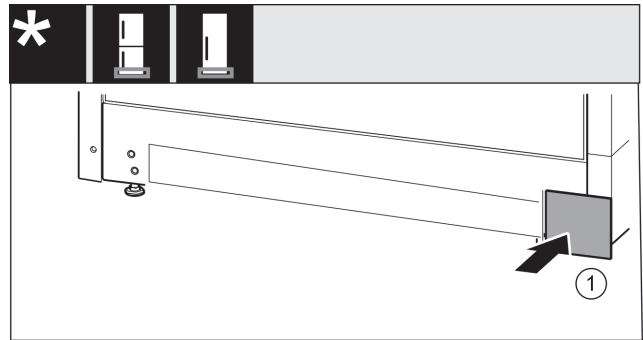

Fig. 27
- ▶ Riappare la copertura sull'altro lato. Fig. 27 (1)